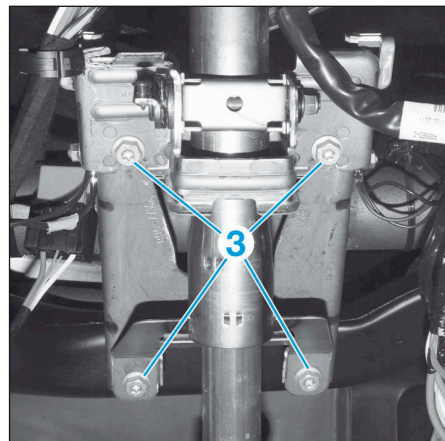

FIG.7
- Déposer (Fig.7) :
- les vis (3) de fixation de la colonne de direction,